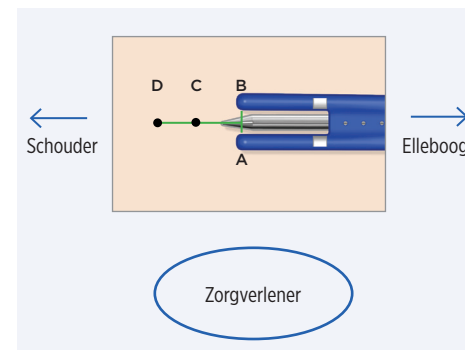

Afbeelding 3
3. Met de punten van de dieptebewakers op de huid en de stompe dissector op de onderhuidse ruimte verlaagt u de hoek van huidtoegang tot ongeveer 5-10 graden (afbeelding 3) waarbij u erop let dat de vingers zich niet onder de metalen staaf of de plastic delen van het instrument bevinden waardoor een scherpere hoek zou ontstaan.
4. Verplaats de stompe dissector richting de schouder, waarbij u de metalen en plastic delen van het hulpmiddel in nauw contact met de huid houdt om te zorgen voor de kleinst mogelijk hoek van de holte ten opzicht van de huid (afbeelding 3).